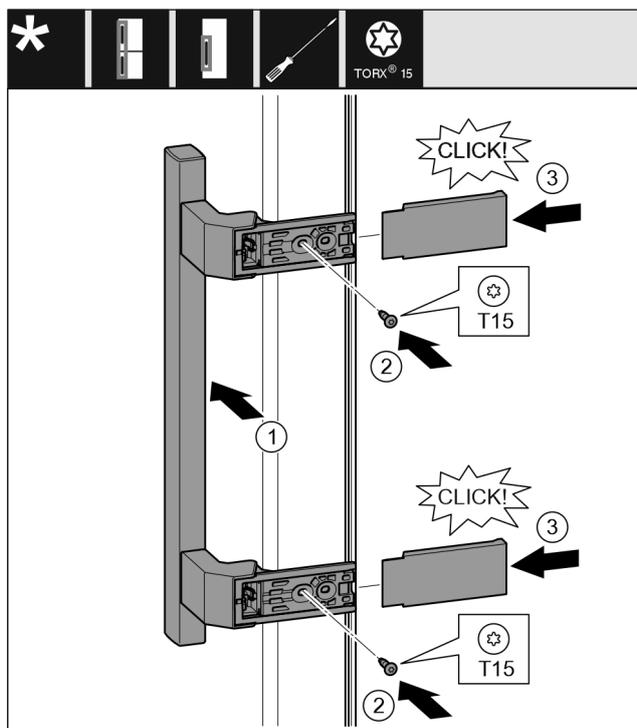

Fig. 29
- ▶ Postavite ručicu na suprotnoj strani. Fig. 29 (1)
- ▶ Odvijačem T15 čvrsto pritegnite vijke. Fig. 29 (2)
- ▶ Postavite pokrove bočno i natakните ih. Fig. 29 (3)